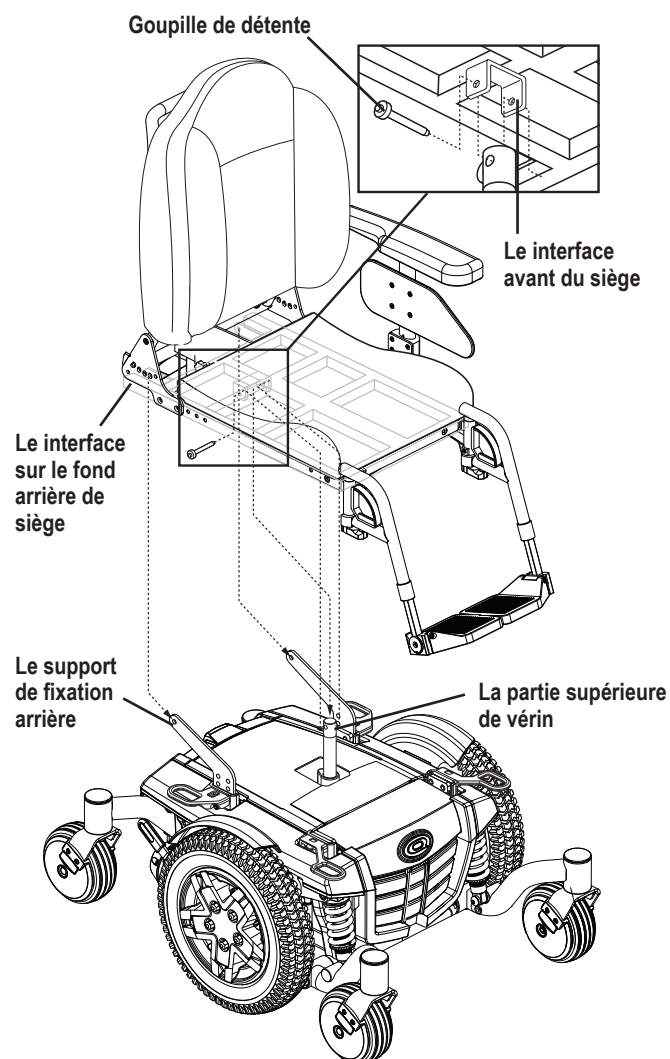

Figure 4. Système de montage universel et siège Contour
1. Inclinez le siège vers arrière et aligner les interfaces sur le fond arrière du siège avec les supports de fixation arrière du siège sur la base motorisée et le fixer avec la quincaillerie. **Voir la figure 4.**
2. Retirez la goupille de verrouillage du le interface avant du siège. **Voir la figure 4.**
3. Faites pivoter le siège vers l'arrière et retirez le siège de la base motorisée en retirant la quincaillerie qui fixe les supports de fixation arrière du siège aux interfaces sur le fond de l'arrière du siège. **Voir la figure 4.**
8. Réinstallez la goupille de verrouillage à la partie supérieure de l'actionneur d'inclinaison en utilisant la goupille de verrouillage. **Voir la figure 4.**